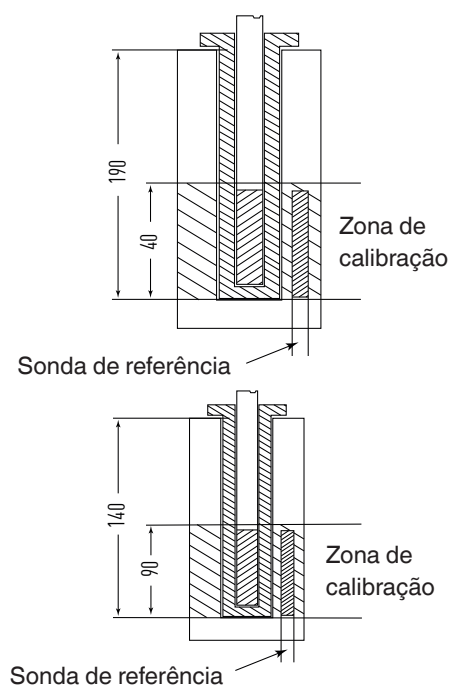

Figura 3
- As duas sondas de temperatura devem estar o mais próximo possível entre si (veja a figura 3).